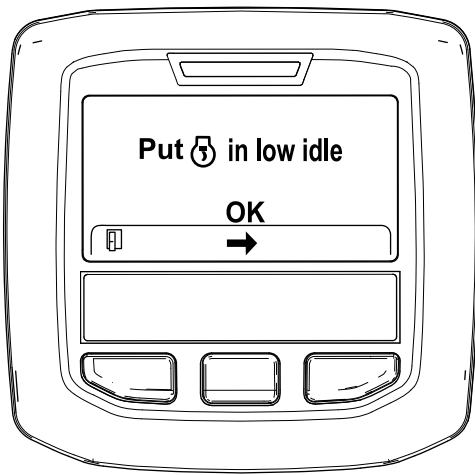

Figura 47
6. Mueva el control del acelerador en RALENTÍ BAJO y pulse el botón central (Figura 47).